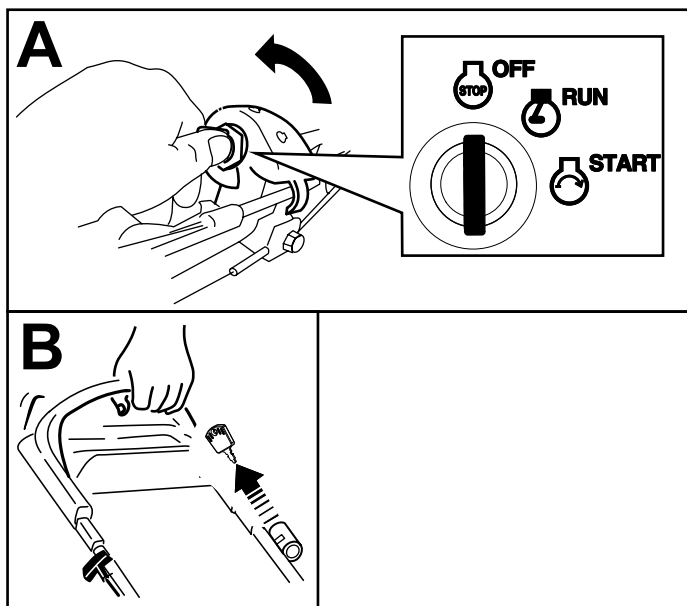

Figura 19
1. Portate la chiave di accensione sulla posizione SPEGNIMENTO (riquadro A della Figura 19).
2. Quando il motore si spegne, prima di lasciare la macchina incustodita, togliete la chiave di accensione e portatela con voi (riquadro B della Figura 19).